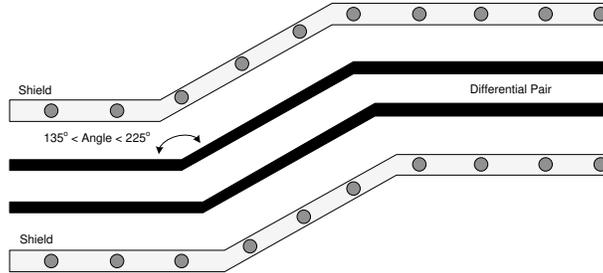

图 8-3. V-By-One 布线示例
- 与差分信号对相关的弯曲角度在 135° 和 225° 之间（请参阅图 8-3）。